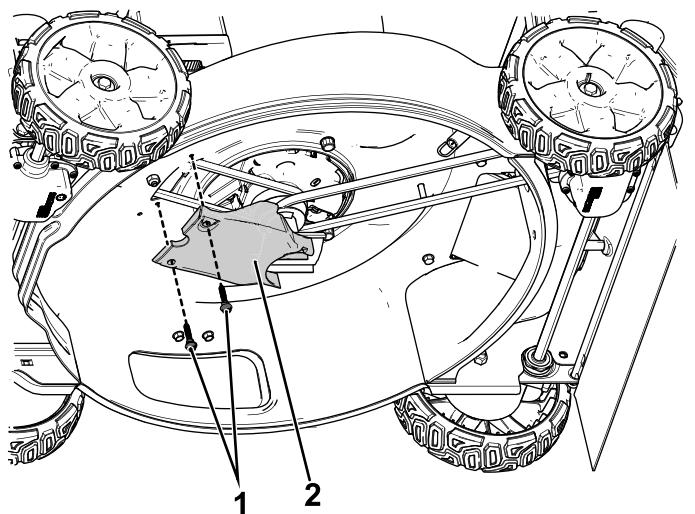

Рисунок 10
5. Затяните 5 болтов, которые удерживают задний дефлектор на месте (Рисунок 10).